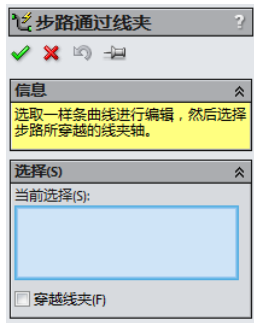

图 18-68 “步路通过线夹”属性管理器
② 旋转线夹。单击“Routing 工具”工具栏中的“旋转线夹”按钮。弹出“零部件旋转/对齐”属性管理器，首先选择线夹，然后输入旋转的度数，将 1-4 线夹旋转 90°、5~7 线夹旋转 180°、8~10 线夹旋转-90°。
③ 单击“Routing 工具”工具栏中的“步路通过线夹”按钮。弹出图 18-68 所示的